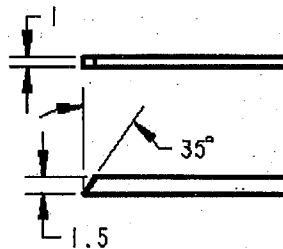

Fig.1
専用端子抜き治具…CKZ 抜き治具(Fig.1 参照)
①抜き治具 CKZ(Fig.1参照)あるいはドライバーなどを使用して、下図に示す様に抜き治具の先端をダブルロック プレート両端付近にある切り欠き部(プラグ ロック側ダブルロックプレートは中央つなぎ部分)に治具先端を挿入してリテーナ・ロックが解除されるまで持ち上げます。
(1)まず、コンタクトを軽く押込んだ後、引抜き治具(CKZ:Fig.1)を利用し下図の如く水平に挿入して下さい。挿入のみでランスが解除されるので、その後コンタクトを引抜いてください。